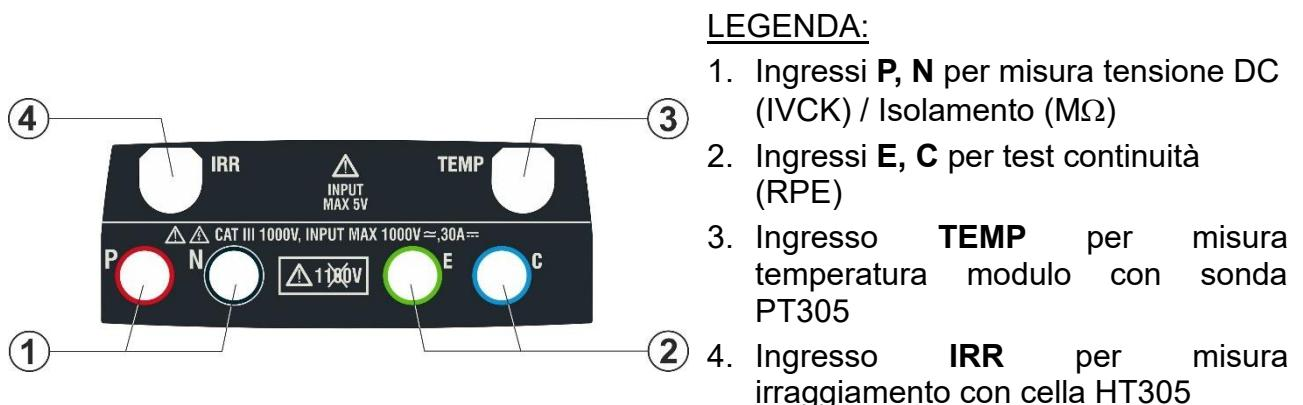

Fig. 2: Descrizione parte superiore dello strumento
- **Diretta** → il test IVCK è eseguito con misura di irraggiamento collegando la cella HT305 direttamente all’ingresso “IRR” (vedere Fig. 2 – parte 4) dello strumento. In tal caso il numero di serie della cella HT305 collegata e riconosciuta è mostrato. Se la cella non è collegata o riconosciuta il simbolo “- - -” è mostrato a display. E’ inoltre abilitato l’ingresso **TEMP** per la misura della temperatura del modulo (impostabile anche nelle altre modalità previste: AUTO, MAN)